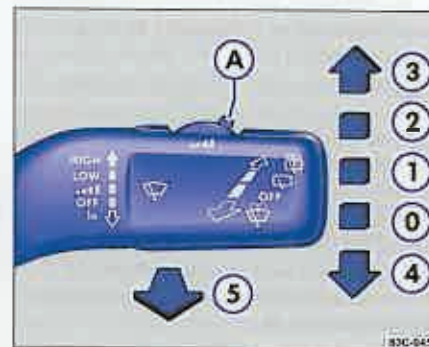

Fig. 48 Imagine de referință: Maneta de acționare a ștergătoarelor de parbriz.
Maneta de acționare a ștergătoarelor ⇒ fig. 48 are următoarele poziții:
- Când ștergătoarele funcționează în treaptă ⇒ pagina 73, fig. 48" ② sau ③ și autovehiculul reduce viteza, se va selecta automat o poziție inferioară de ștergere. Dacă viteza se mărește, se va reveni la poziția anterioară.
După punerea contactului, la prima și la fiecare a cincea acționare a instalației de spălare a parbrizului se vor șterge și farurile, dacă maneta ștergătoarelor ⇒ pagina 73, fig. 48⁴⁴⁾ este acționată înspre volan – lumina de întâlnire sau de drum trebuie să fie aprinsă. La intervale regu-